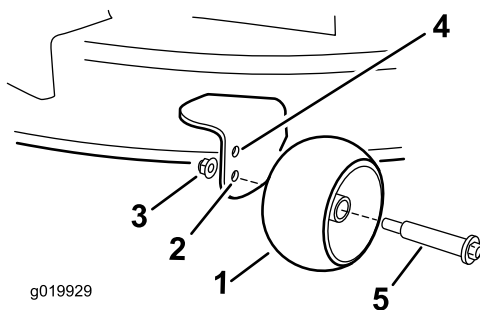

Figura 21
- Foro superiore — utilizzare questa posizione con il piatto di taglio a un'altezza di taglio di 63mm e inferiore (Figura 21).
- Foro inferiore — utilizzare questa posizione con il piatto di taglio a un'altezza di taglio di 76mm e superiore (Figura 21).